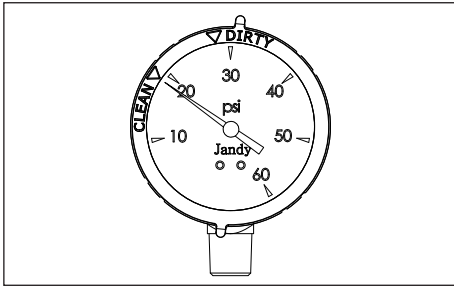

Figura 5. Manómetro con anillo a presión limpio/sucio
9. Después de que el manómetro se haya estabilizado, gire el anillo de engaste para que la flecha junto a la palabra "CLEAN" (Limpio) se alinee con la aguja del medidor. Consulte la Figura 5. A medida que el filtro limpie el agua y el cartucho comience a obstruirse, la presión comenzará a aumentar. Cuando la aguja del manómetro se alinee con la flecha junto a la palabra "DIRTY" (Sucio) en el engaste, es momento de limpiar el filtro; consulte la Sección 6.3. Esto indica un aumento de presión entre 10 y 12 psi por arriba de la presión inicial original. Asegúrese de que la velocidad de la bomba permanezca igual al registrar la presión de "CLEAN" (Limpio) y "DIRTY" (Sucio).